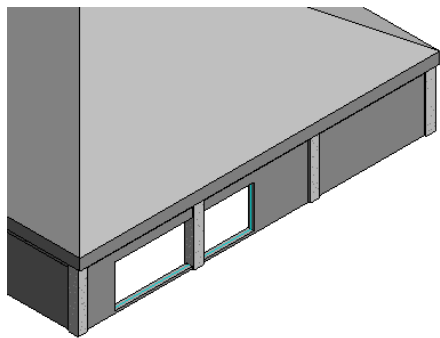

图 12-49 三维视图
(4) 将视图切换到三维视图, 结果如图 12-49 所示。